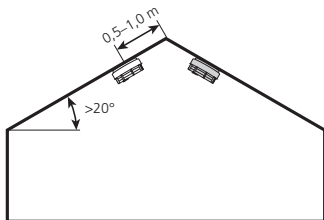

Abb. 1
- von über  $20^\circ$  mindestens 0,5 m und bis maximal 1 m von der Deckenspitze entfernt an die Decke/das Dach montiert werden. Siehe Abb. 1 und 2.